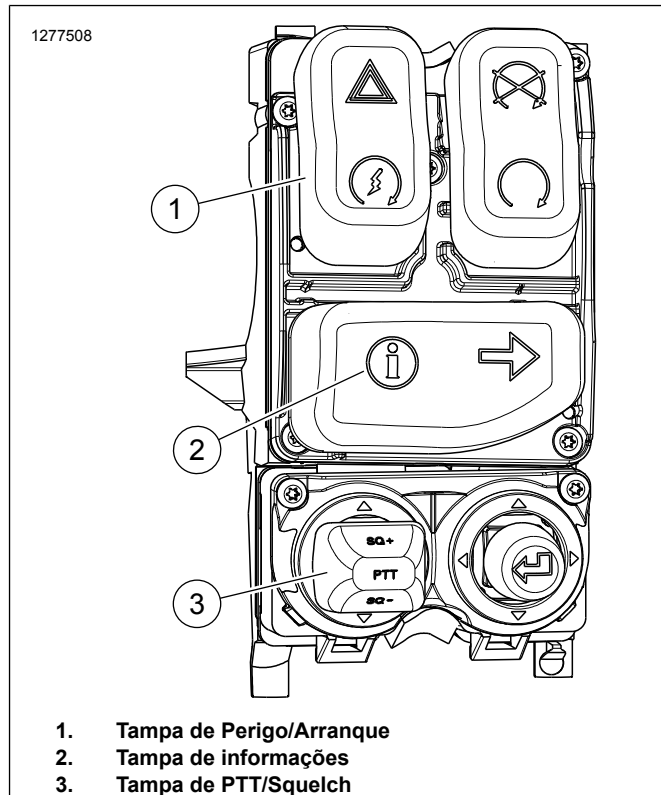

Figura 6. Comando do lado direito de 2014 e posterior (71500130C)
1. Ver Figura 6 . Substituir o comando manual do lado direito pela peça n.º 71500130C. Veja o manual de serviço.
- b. Ver Figura 6 . Remova a tampa de informação (2) do novo módulo de comando.
- b. Ver Figura 6 . Remova a tampa de informação (2) e a tampa de Perigo/Stop (1) do novo módulo de comando.